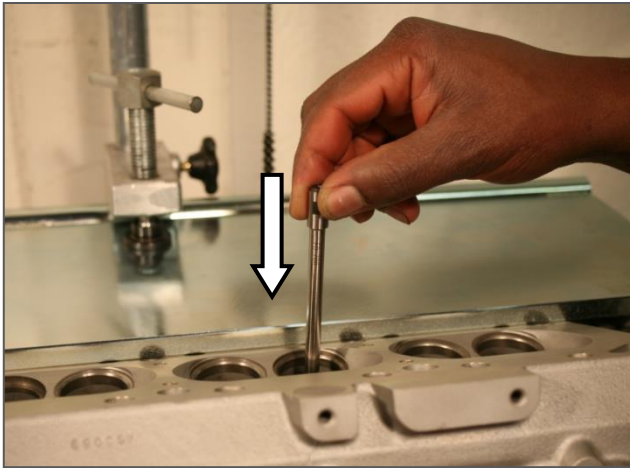

Fig. 8
4. Wählen Sie den grösstmöglichen Führungsdorn aus. Für eine hochpräzise Bearbeitung muss der Führungsdorn, mit einem maximalen Spiel von 0.01mm gegen den inneren Führungsdurchmesser, in die Ventilführung eingeführt werden. Der Führungsdorn sollte ohne Widerstand bewegt werden können. (Fig. 8) Sehen Sie auch im Formstahl- und Führungsdorn Katalog.